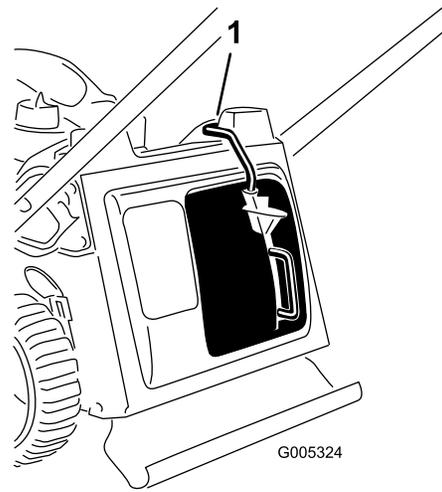

Figure 24
**Important:** La machine est équipée d'un contacteur de sécurité qui l'empêche de démarrer si l'obturateur de mulching n'est pas monté correctement (Figure 24).
Montez l'obturateur de mulching comme indiqué à la Figure 24.